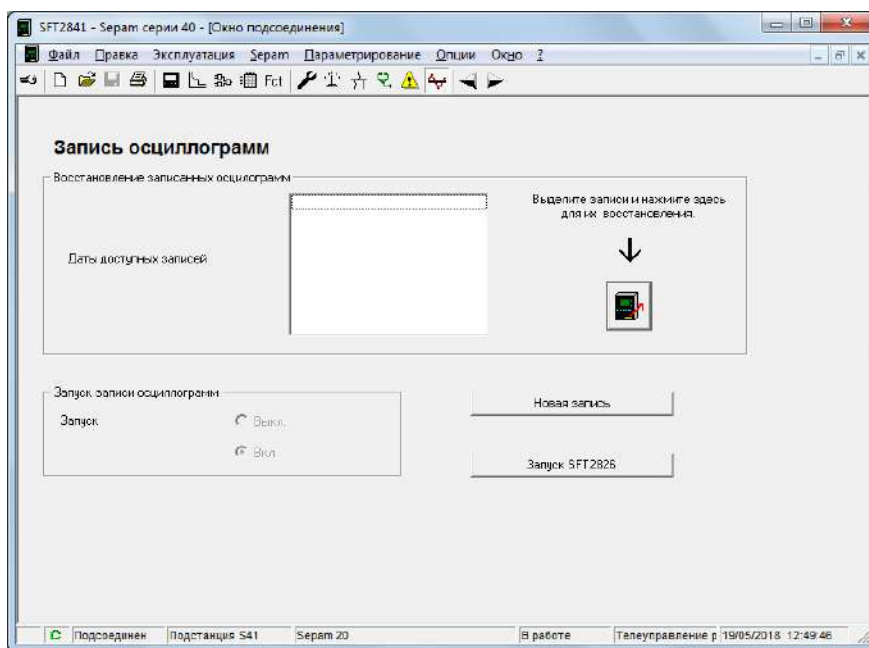

Рисунок 6.10 –Окно «Запись осциллограмм»
15. В окне программы SFT2841 перейти на вкладку «Запись осциллограмм» (рис. 6.10), выбрать из списка осциллограммы возникновения больших токов и нажатием на кнопку по стрелке выгрузить осциллограммы в папку с отчетом по работе.